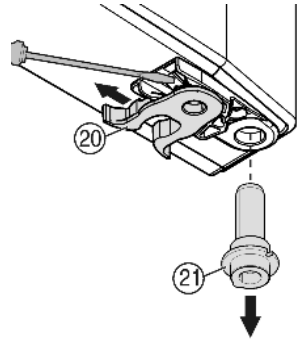

Fig. 10
- ▶ Jousilukitsimen Fig. 10 (20) vaihto: Paina lukitusnokka alas, vedä jousilukitsin sen yli pois.
- ▶ Vedä laakeritappi Fig. 10 (21) oven holkista ulos ja aseta se vastakaiselle puolelle yhdessä aluslevyn kanssa. Lukitusnoka tulee osoittaa oven sisäpuolta kohti, loven ulkopuolta kohti.
- ▶ Käännä oven alaosa sisäänpäin ja aseta laakeritappi Fig. 10 (21) laakerinkannattimeen. Kierrä laakeritappia tarvittaessa, jotta se lukittuu paikalleen.